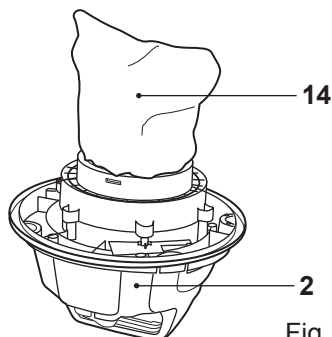

Fig. 17
Monte sempre o filtro de pó (14) na unidade do motor (2) para operações de aspiração a seco (Fig. 17). Operar o produto sem o filtro de pó (14) pode danificar a unidade do motor.